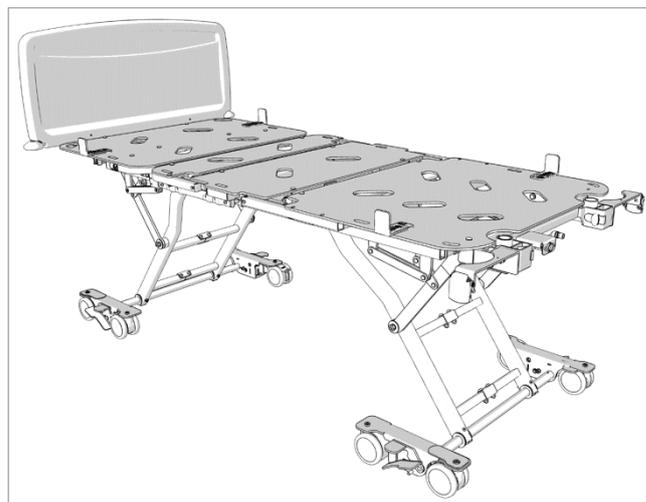

Figure 6.1
1. Avant d'installer les barrières latérales rabattables, le lit doit être relevé à sa hauteur maximale et la tête de lit doit être retirée comme illustré sur la Figure 6.1. Veuillez consulter le manuel d'utilisation Proxima.